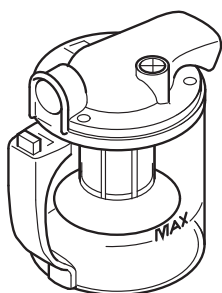

Abb. 17
■ Leeren Sie den Staubbehälter spätestens dann, wenn die „Max“-Markierung (Abb. 17) erreicht ist oder die Saugwirkung nachlässt.